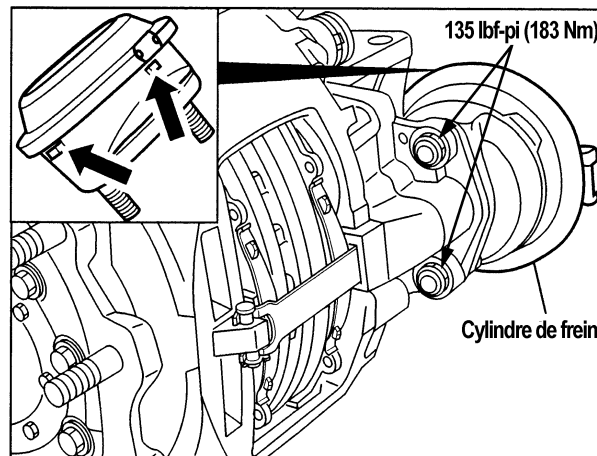

FIGURE 1
6. Dévisser les écrous de fixation du cylindre de frein (voir la figure 1).
2. Serrer les nouveaux écrous de fixation (5001253) à un couple de 135 lbf-pi (183 Nm) (voir la figure 1).
Remarque: Les nouveaux cylindres de frein sont équipés de bouchons; retirer les bouchons inférieurs (voir les flèches de la fig. 1). Tous les autres trous de vidange devraient être bouchés.
7. Dévisser les écrous de fixation du cylindre de frein (voir la figure 1).
1. Dévisser les écrous de fixation du cylindre de frein (voir la figure 1).